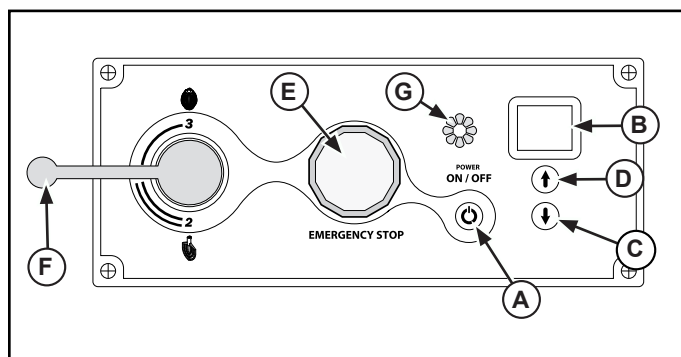

Abbildung 6. 22- und 33-L-Mixer – Bedienfeld.
2. Die den Zutaten entsprechende Betriebsgeschwindigkeit einstellen. Die Drehzahl mit dem Geschwindigkeitswahlhebel (F) einstellen. Siehe Abbildung 6.